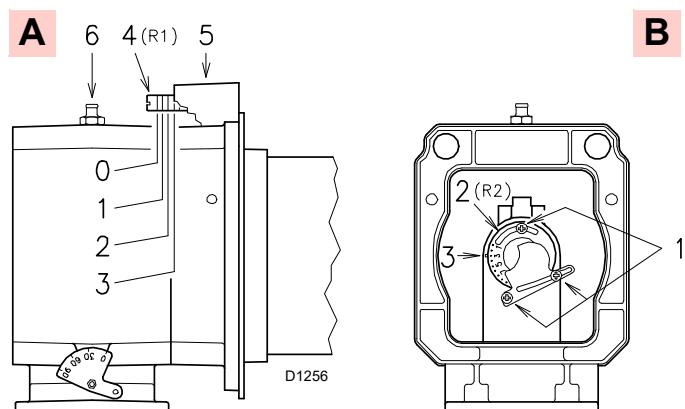
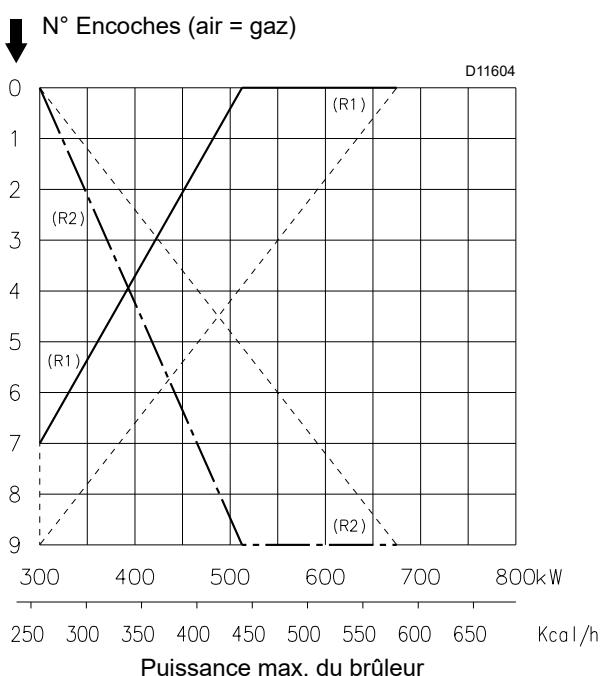

Fig. 13
Fig. 14
À ce stade de l'installation, la buse et le manchon sont fixés à la chaudière comme indiqué sur la fig. A)(Fig. 13).
- celui de l'air R1 (A, Fig. 13)
- celui du gaz/air R2 (B, Fig. 13)
Trouver dans le diagramme (Fig. 14) l'encoche indiquant le point de réglage aussi bien de l'air que du gaz.
tourner la vis 4)(Fig. 13) jusqu'à ce que l'encoche corresponde avec le plan avant 5)(Fig. 13) de la bride.
Pour faciliter le réglage, desserrer la vis 6)(Fig. 13), régler puis bloquer.
Desserrer les 3 vis 1)(Fig. 13) et faire tourner la bague 2) jusqu'à la faire coïncider avec l'encoche trouvée avec l'indice 3). Serrer les 3 vis 1).
Du diagramme (Fig. 14) il ressort que pour cette potentialité les réglages sont:
Le diagramme (Fig. 14) indique un réglage optimal pour une typologie de chaudière selon Fig. 3 à la page 10. Si la pression du gaz le permet, la fermeture de la bague 2)(Fig. 13) permet de réduire la formation de NOx.